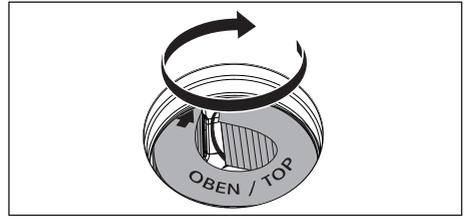
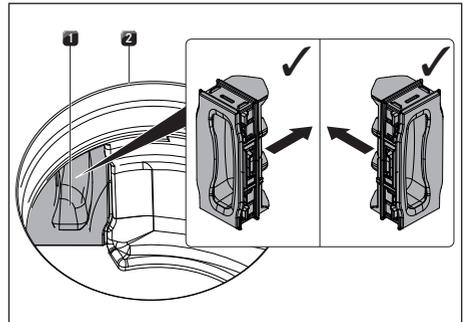

Fig. 8.10 Posizionare il filtro al carbone attivo nella posizione finale
Fig. 8.11 Inserire la valvola di sostituzione del filtro
- ▶ Premere all'interno dell'apertura immissione aria la valvola di sostituzione del filtro fino al punto di blocco nell'apertura della cassetta del filtro (Fig. 8.11 a di sostituzione del filtro vedi fig. 8.10).